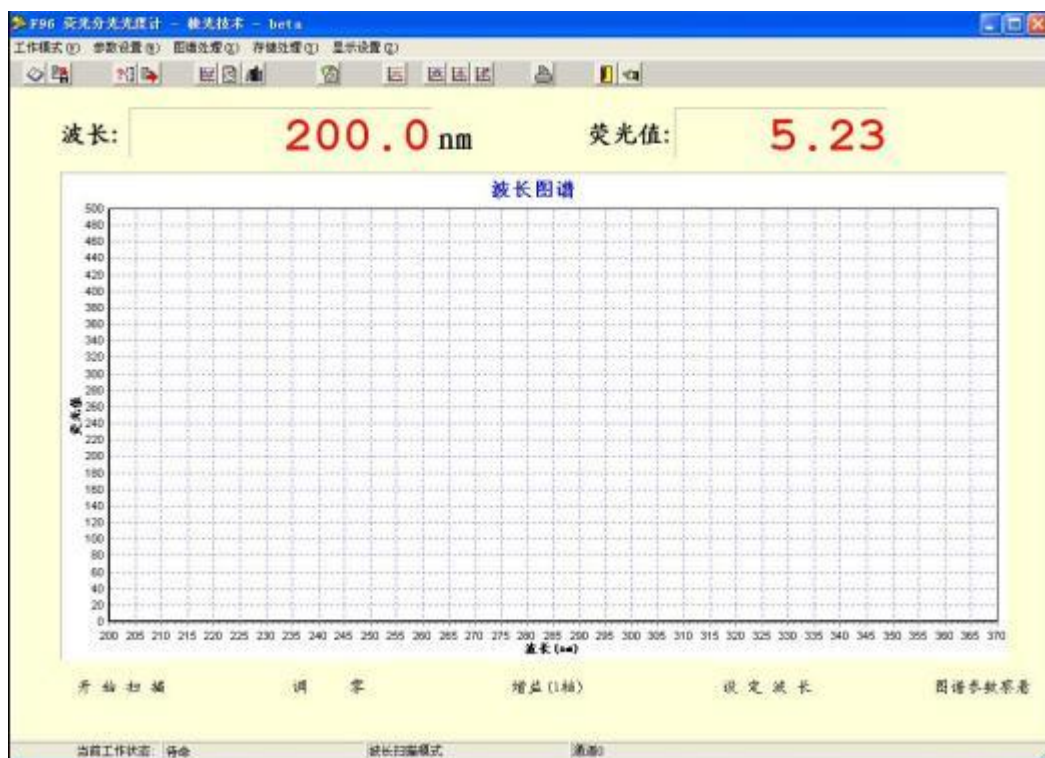
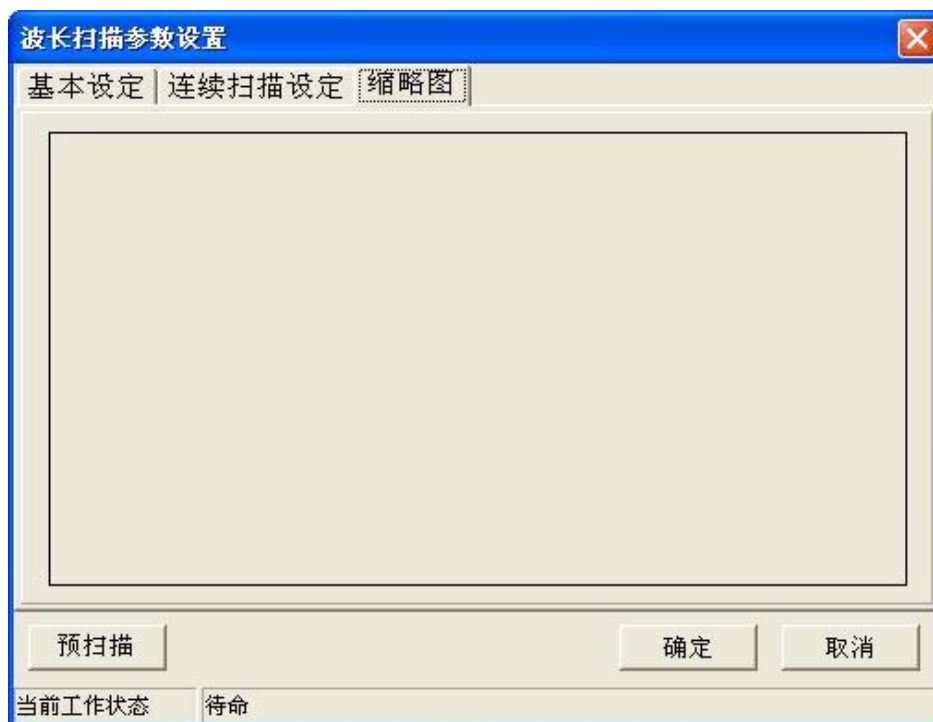
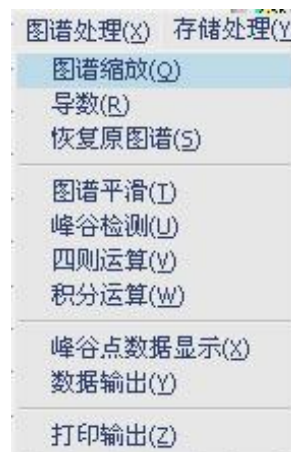
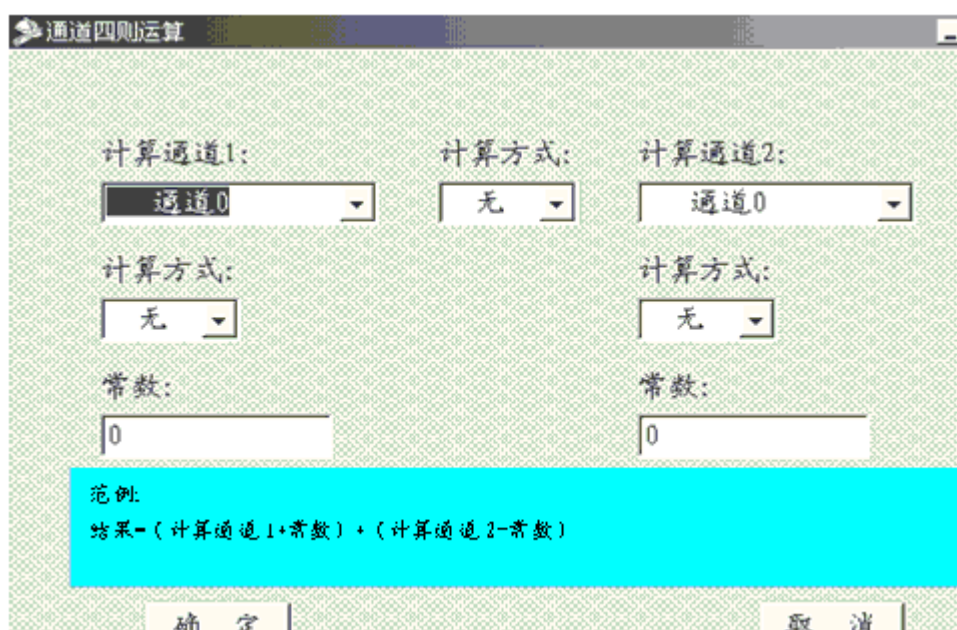

图 2-5 荧光光谱波长扫描界面
图 2-6-3 波长扫描参数设置-缩略图页
图 2-7 图谱处理子菜单
图 2-8 通道四则运算界面
仪器通过初始化后直接进入波长扫描界面。屏幕上方第一栏为菜单栏，第二栏有 15 个“图标快捷键”。屏幕上有波长、荧光值显示窗,以及荧光值与波长的坐标图。屏幕下方有 5 个“快捷键”。如图 2-5 所示。
其它菜单项为：“参数设置”、“图谱处理”、“存储处理”及“显示设置”等项目，见图 2-5。具体使用和设置方法见第 7-2 节。
点击图 2-5 的“参数设置”，进入“波长扫描参数设置”界面，见图 2-6-1 到图 2-6-3。
点击图 2-5 的“图谱处理”，下拉子菜单，见图 2-7。
(1) 点击此项后，出现“输入灵敏度”对话框，输入一个“输入灵敏度”的限值，为有效的峰谷值，大于限值的峰能检出。例：“输入灵敏度”为 25，对峰值为 50 峰就能检出；若“输入灵敏度”为 60，则对峰值为 50 峰就不能检出。
(2) 再点击子菜单中“峰谷点数据显示”，可以显示出峰和谷的值大小。
6. **四则运算。**点击图 2-7 的“四则运算”，进入“通道四则运算”界面，见图 2-8。此计算可作单个通道与常数间的运算，也可作通道间的四则运算。
点击图 2-5 的“存储处理”，下拉子菜单，见图 2-9。
点击图 2-5 的“显示设置”，下拉子菜单，见图 2-10。